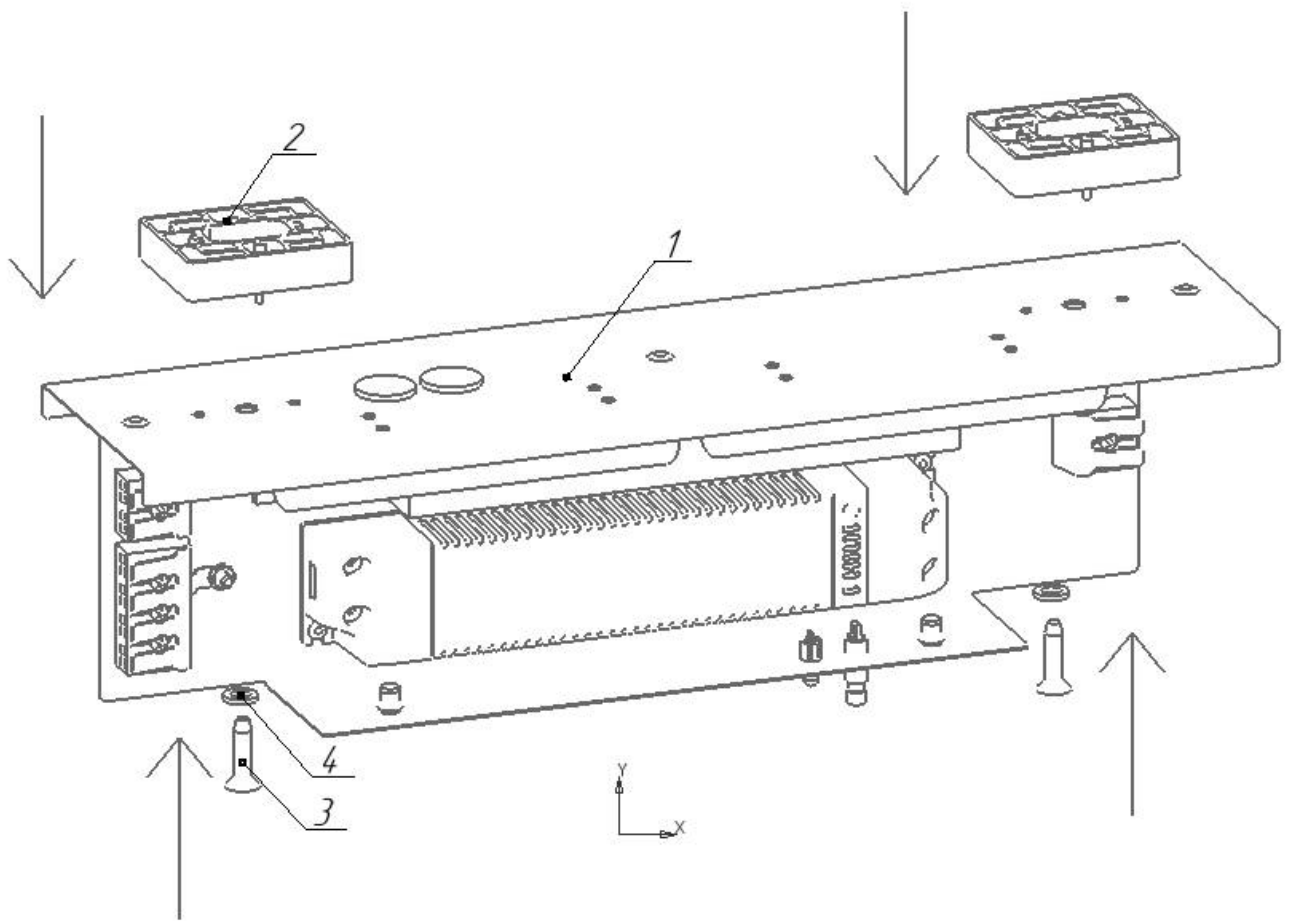

Рисунок 8 - Схема установки отсека источника питания
5.3.7. Установите проставки пластиковые поз.2 в отверстия возле крепежных мест. Закрепите отсек источника питания и БАП на опорной поверхности при помощи саморезов и шайб (в комплект поставки не входят), предварительно разметив точки крепления (см. рисунок 8).